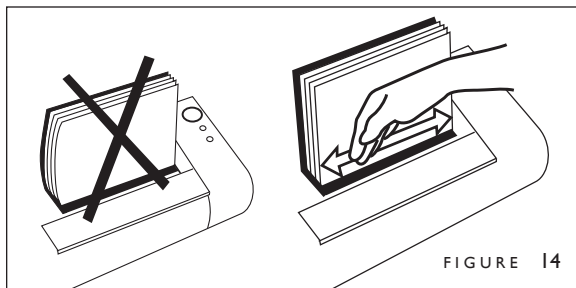

FIGURE 14
5. Poussez les pages vers l'arrière pour faire en sorte qu'elles soient correctement reliées (figure 14). Vérifiez que le coin du document est aligné avec le bord de la couverture Halfback.